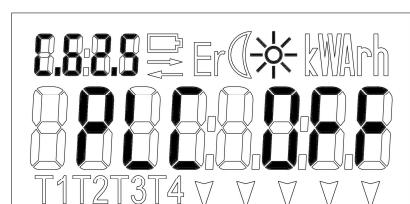

Рис. 6-3 PLC статус “PLC Off”
- “PLC Off” – внутренний PLC модем выключен (см.Рис. 6-3).